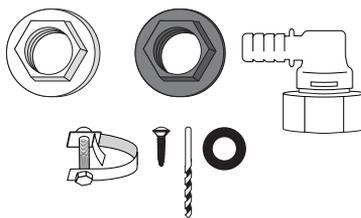

Рис. 32. Комплект крепежа
- закрепите излив поз.7 рисунок 29 с помощью гайки из комплекта (см. рисунок 32).
- восемь саморезов 4x19 из комплекта крепежа (рисунок 32).
- наверните на патрубок душа переходник из комплекта крепежа (рисунок 32);